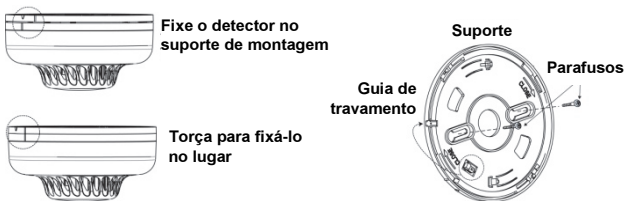

Figura 7: Instalação do detector de fumaça e de calor
Para instalar o detector, execute as seguintes etapas (Veja a Figura 7)
2. Solte o pino de segurança do suporte para montagem da unidade (Figura 7).
6. Usando os parafusos fornecidos, conecte o suporte na parede como na Figura 7.
10. Faça coincidir a ranhura lateral do suporte com o detector. Coloque o detector no suporte para montagem e rode-o no sentido horário até encaixar. Introduza o pino de trava para unir o suporte para montagem ao detector (veja a Figura 7).